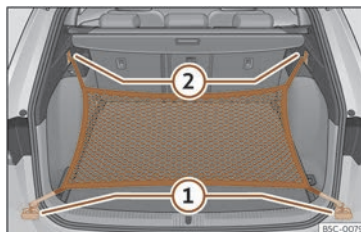

Fig. 187 No maleteiro: argolas (1) e ganchos (2) para enganchar a bolsa de rede.
- Fixe os ganchos curtos da rede nas argolas de amarre >>> **fig. 187** (1) >>> . A cremalleira da bolsa ten que quedar cara arriba.
- Fixe as cintas nos ganchos para colgar bolsas (2).